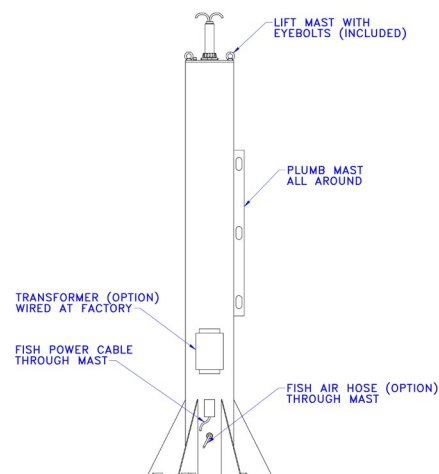

Fig. 3H. Installazione del montante di Easy Arm n. 660.
- E) Prima di innalzare il montante, estrarre il cavo elettrico e il tubo dell'aria (opzionale) dal montante (**Fig. 3H**).